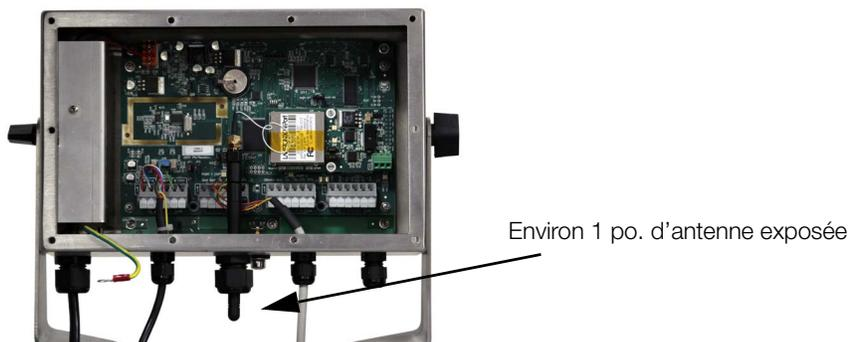

Figure 4-3. Emplacement de l'antenne WLAN
2. Faites passer l'antenne par le grand presse-étoupe, au plus près de la carte en option. Il est recommandé que la pointe de l'antenne sorte d'environ un pouce (1 po.) du presse-étoupe, comme sur l'Figure 4-3.